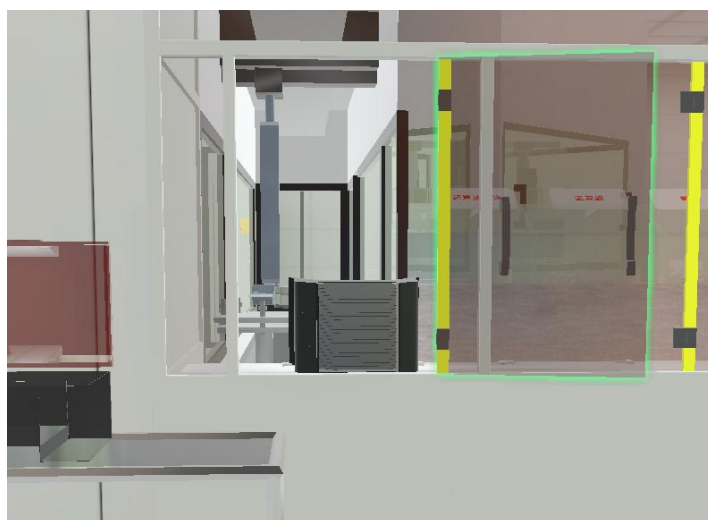

图 10-6 上料
2) 上料：漫游走到小推车旁，鼠标点击“晶圆盒”然后点击“片夹”上料，点击“玻璃门”，玻璃门关闭，上料如图 10-6 所示。